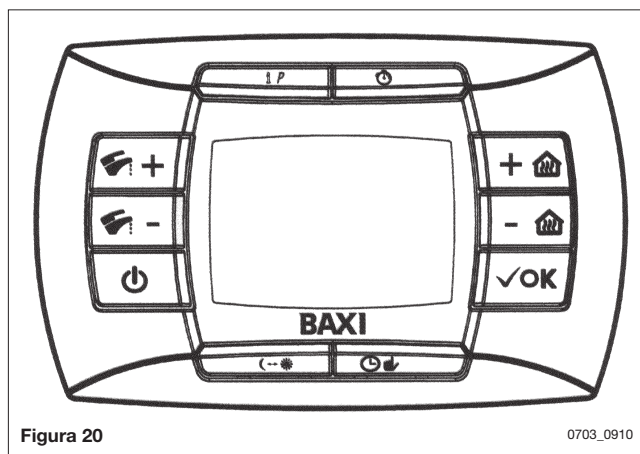

Figura 20
- premere e mantenere premuto il tasto  e successivamente premere il tasto   (vedere figura 20).